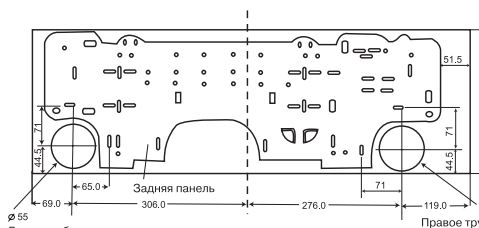

Рис. 1
3. Убедитесь в том, что задняя панель способна выдержать вес взрослого человека (60 кг), а также в том, что вес равномерно распределен на каждый винт. (Рис. 1).
1. Прodelайте трубное отверстие ( $\varnothing 50$ ) в стене с небольшим наклоном вниз в направлении внешней стороны. Центр отверстия должен определяться в соответствии с рис. 1.